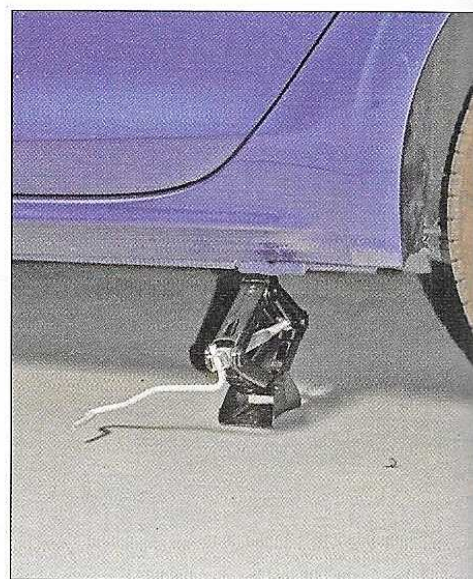

FIG.5
- Mettre en place le cric, en glissant la tête de celui-ci à l'endroit repéré sur le bas de caisse (Fig.5).